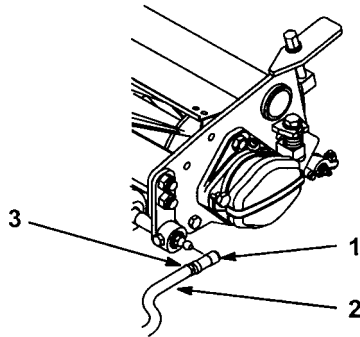

図 13
6. ソケットの開口部とボールスタッドの中心を合わせ、ジャムナットを締めてソケットを固定する（図13）。